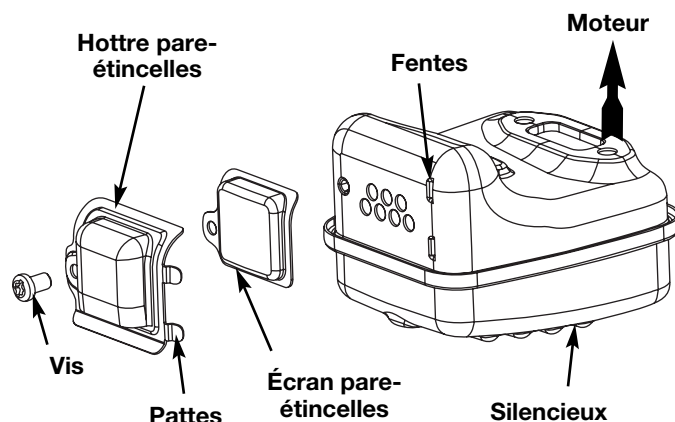

Fig. 30
2. Situez le pot d'échappement sans le retirer. Trouvez les une (1) vis sur la partie inférieure du pot d'échappement (Fig. 30) Ces deux vis tiennent l'ensemble du déflecteur d'échappement et l'écran pare-étincelles à la partie inférieure du pot d'échappement. Retirez les deux (2) vis en vous servant soit d'un tournevis torx #20 ou d'un tournevis plat.
6. Placez la plaque du pare-étincelle au dessus du pare-étincelles avec le côté « élevé » vers le haut et l'ouverture vers le moteur (Fig. 30).
7. Placez la hotte du pare-étincelle sur la plaque du pare-étincelle avec le côté « élevé » vers le haut et l'ouverture tournée DU COTE OPPOSE au moteur (Fig. 30). Assurez-vous que l'échappement soit bien tourné DU COTE OPPOSE au moteur.